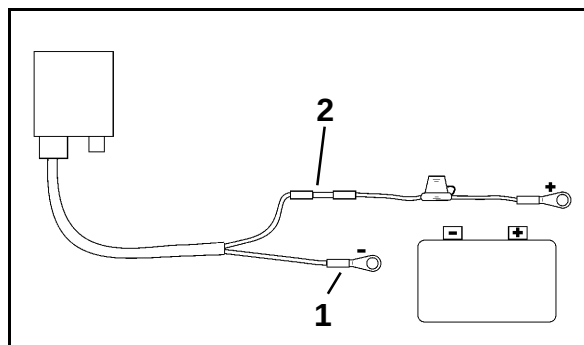

Fig. 173
5. Introduzca el conductor azul (masa) en un terminal circular suelto (Fig. 173/1).
7. Introduzca el conductor marrón (+ 12 Volt) en el extremo libre del conector (Fig. 173/2).
9. Contraer el conector (Fig. 173/2) con una fuente de calor (encendedor o corriente de aire caliente) hasta que salga el pegamento.